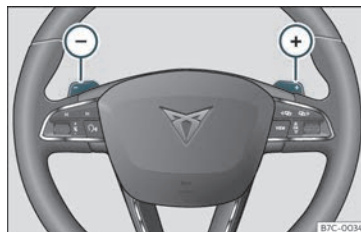

Fig. 203 Volante: pancas para o cambio automático.
- Prema a leva de cambio (+) para inserir unha marcha superior >>> **fig. 203**.